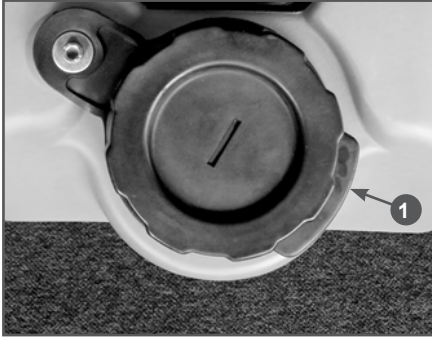

Рис. 9 Крышка бака для воды
2. Удерживая бак одной рукой, другой рукой потяните крышку бака за козырёк 1 вверх и снимите крышку бака с горловины (Рис. 9).